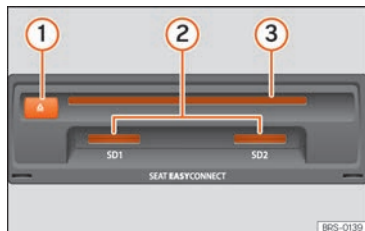

Abb. 213 Datenträger-Einschübe im Handschuhfach.
- CD oder DVD so weit in den DVD-Schacht »» **Abb. 213** ③ einschieben, bis sie automatisch eingezogen wird.
in den Speicherschacht »» **Abb. 213** ② oder »» **Abb. 188** ⑨ einschieben, bis sie einrastet.